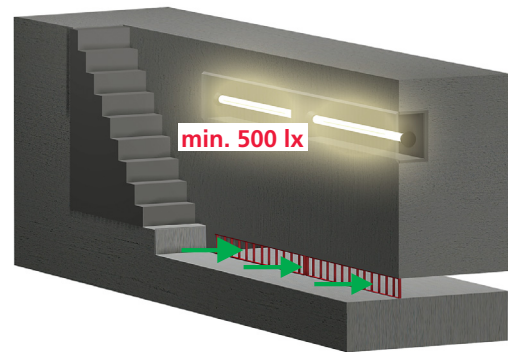

Fig. 8
- 17** La ventilation artificielle des fosses est-elle suffisante? (Fig. 8 et 9)
- 19** L'éclairage électrique des fosses dispense-t-il un éclairage suffisant (500 lx)? (Fig. 8)